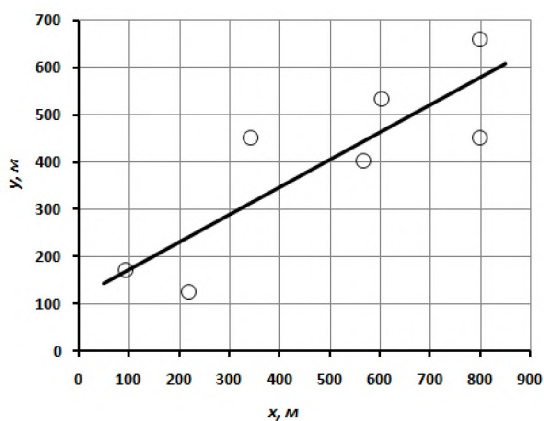

Рис. 1. План расположения аппаратов на химическом предприятии: \circ – аппарат, потребляющий водяной пар; линия – магистральный паропровод.
Снижение гидравлических и тепловых потерь при транспортировке водяного пара на химическом предприятии является актуальной задачей [1]. На рис. 1 приведен план химического предприятия (вид сверху), на котором кружками указано пространственное расположение аппаратов ($n=7$), потребляющих водяной пар.
По уравнению (11) построена линия на рис. 1, соответствующая оптимальному расположению паропровода.